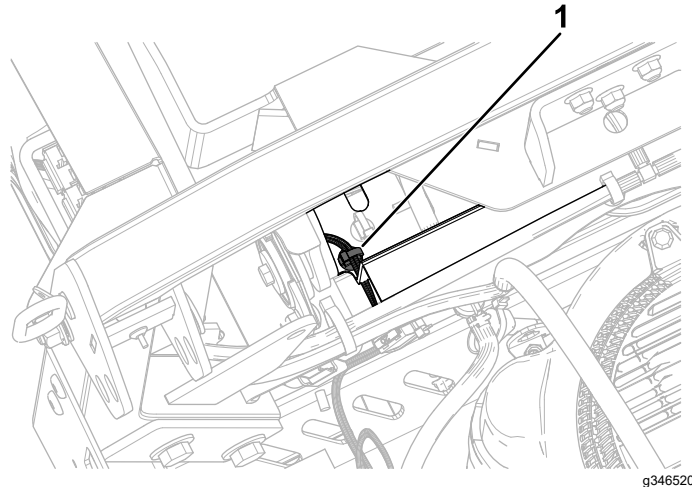

Bild 13
3. Bringen Sie die zweite Druckbefestigung an der hinteren Tankhalterung an (Bild 13).